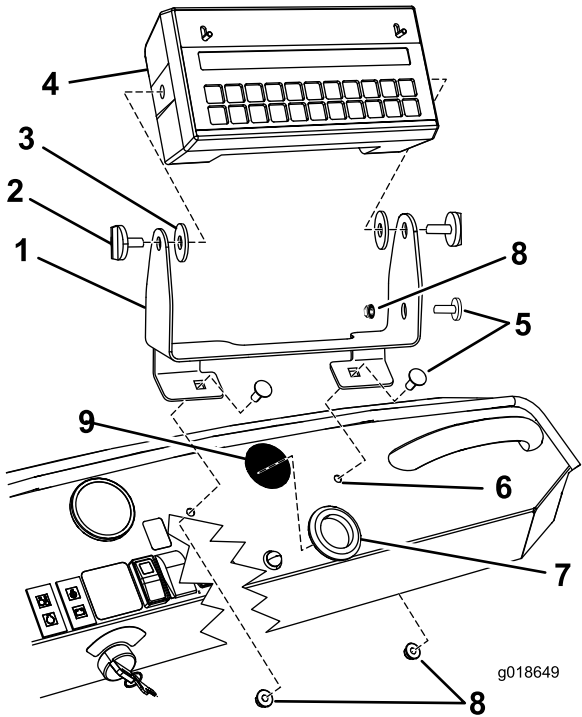

Figure 2
1. Posez le support sur le tableau de bord et fixez-le avec 2 boulons de carrosserie (5-16 x 3/4 po) et 2 contre-écrous (5-16 po), comme montré à la Figure 2.
- Assemblez la console sur le support avec 2 boutons (Figure 2).